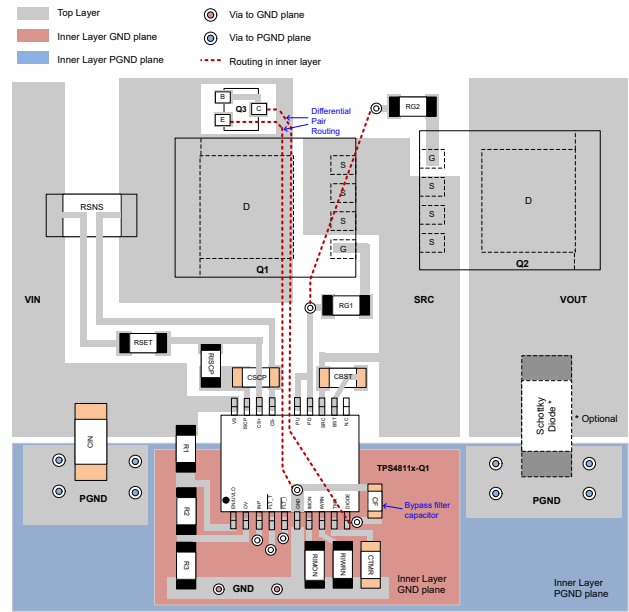

图 7. 温度检测二极管 (Q3) 的布局和放置建议
- 在控制器的 DIODE 引脚和 GND 引脚之间放置一个 1000pF 的小型滤波电容器 (CF)，用于减轻噪声的影响。
- 为晶体管 (Q3) 到控制器的连接布设差分对，尽量减少间距，如图 7 所示。将回路直接连接到控制器的 GND 引脚，避免共用接地路径。